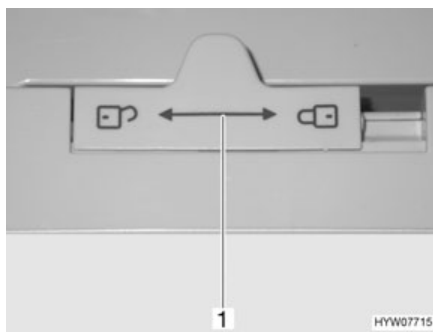

Fig. 217 Dispositif de verrouillage de la porte du réfrigérateur (Dometic Série 7)
- Pousser le dispositif de verrouillage (Fig. 217,1) vers la gauche "🔓".
- Pousser le dispositif de verrouillage (Fig. 217,1) complètement vers la droite "🔒".